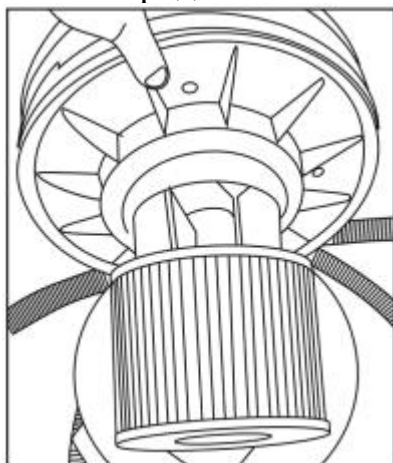

рис. 1
2. В зависимости от вида уборки, установите соответствующий фильтр: для сухой уборки (без всасывания воды) на корпус фильтра установите фильтр HEPA (рис.1), для влажной уборки – спонж-фильтр (рис. 2);